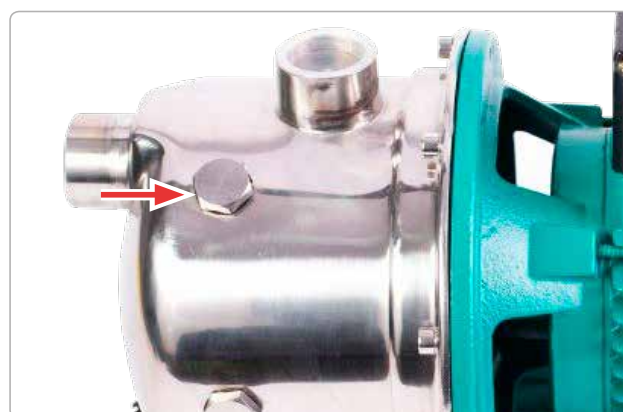

Fig.5
- Se desface șurubul de aerisire al pompei, aflat în partea superioară.(Fig.5)